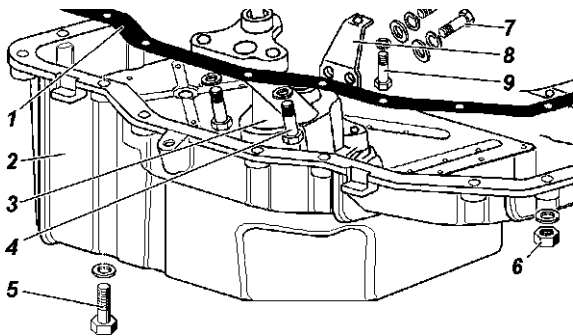

Рис. 4.27. Снятие масляного картера и масляного насоса:
- снимите масляный картер и масляный насос (рис. 4.27);